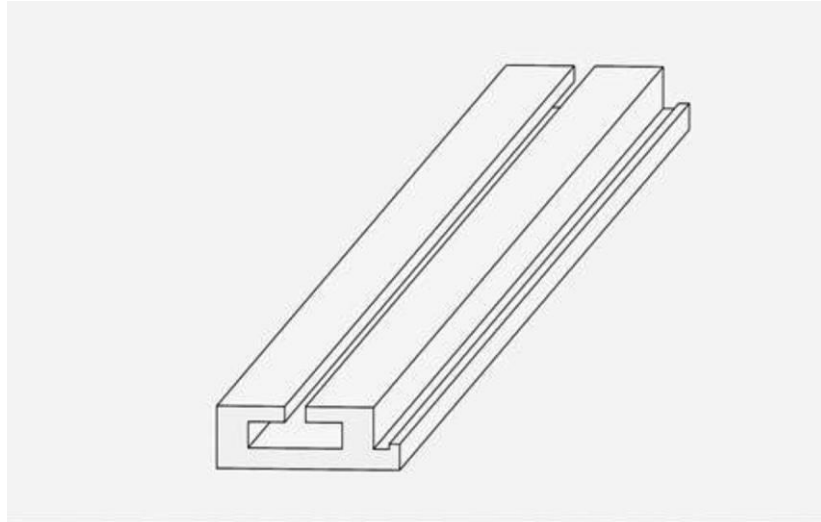

Fig. 5
- fig. 5 przedstawia w widoku perspektywnym listwę sufitową w formie otwartego prostopadłościanu z bocznym kształtowym występem;
Przedstawiona na fig. 5 odmiana listwy sufitowej o postaci wydłużonego prostopadłościanu otwartego od dołu posiada kształtowy występ w kształcie litery L wykonany na całej długości dłuższego boku.